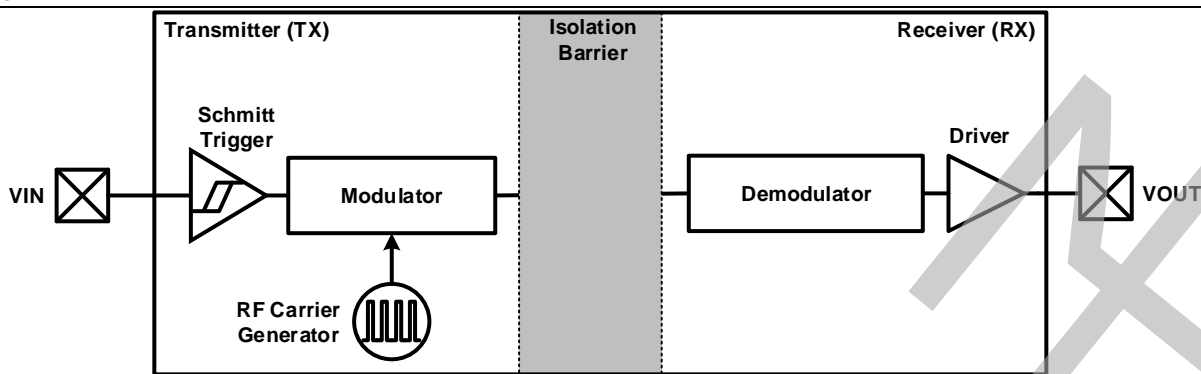
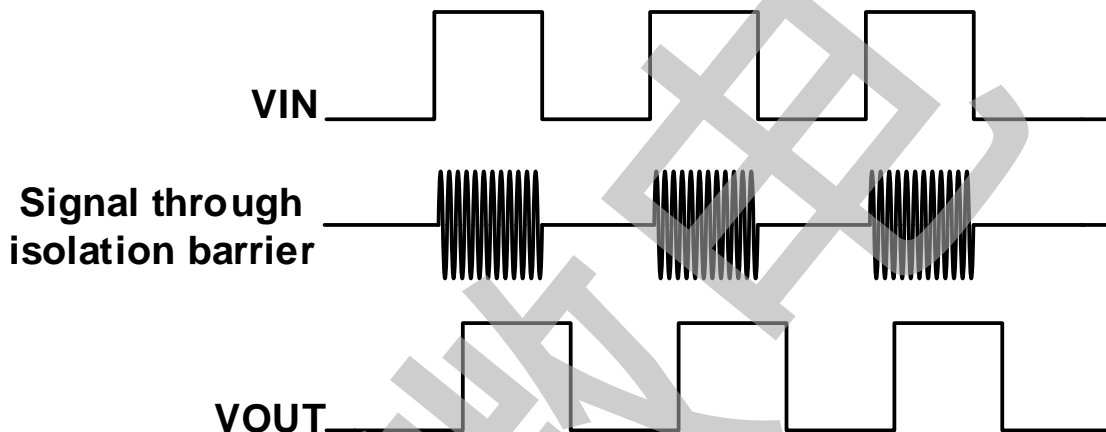

图 10-2 单通道功能框图
图 10-3 单通道波形示意图
高速隔离数据通道使用简单的开关键控(OOK)调制解调方案。由 SiO_2 构成的高压隔离电容为不同的电压域之间提供可靠的绝缘屏障，并提供可靠的高频信号传输路径；为了保证稳定的数据传输质量。发射机(TX)将输入信号调制到载波频率上，即 TX 在一个输入状态下通过隔离电容传递高频信号，而在另一个输入状态下无信号通过隔离电容，然后接收机根据检测到的带内数据重建输入信号。这个架构为隔离的不同电压域之间提供了可靠的数据传输路径，在启动时不需要考虑初始化。全差分的隔离电容架构可以最大限度地提高信号共模瞬态抗干扰能力。与电感耦合结构相比，电容耦合结构提供了更高的电磁抗扰性。图 10-2 和图 10-3 分别为单通道功能框图和调制方案的波形示意图。
2. 使能输入 ENA 可用于多路复用，时钟同步，或其他输出控制。图 10-3 总结了每个隔离器产品的 ENA 真值表。这些输入被内部拉到 VDD 电源，从而允许它们连接到外部逻辑电平(高或低)或保持浮动。为了最小化噪声耦合，如果 ENA 是浮空的，不要连接电路走线。如果 ENA 未使用，建议将其连接到外部逻辑级别，特别是当 CA-IS362x 在噪声环境中应用时。